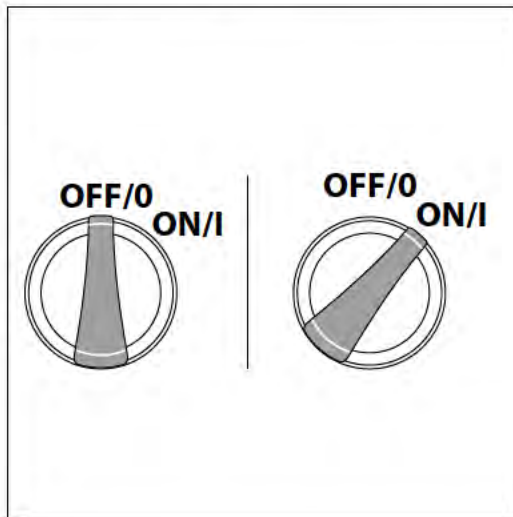

Fig. 18
- Asegúrese de que el interruptor "ON/OFF" esté en la posición "OFF". El interruptor de alimentación tiene símbolos internacionales de 'on' y 'off': En (I) Off (O), (Fig. 18).